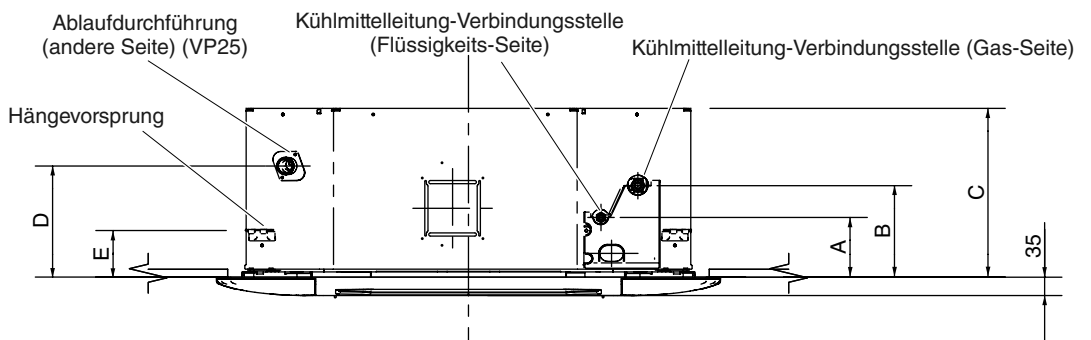

Abb. 3-34
(3) Den Hängeankerabstand unter Verwendung des Originalmaßstab-Installationsdiagramms bestimmen. Zeichnung und Tabelle (Abb. 3-34 und Tabelle 3-3) zeigen die Beziehung zwischen den Positionen von Aufhängungsteilen, Einheit und Verkleidung.